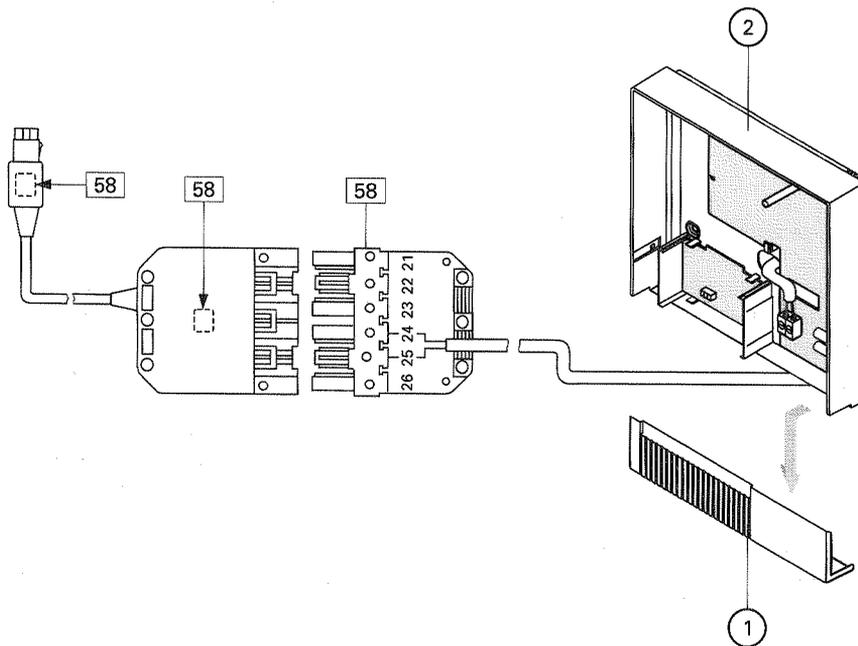

Abb. 3
- Anschluß gemäß Abb. 3 vornehmen (Adern sind vertauschbar).
- Etiketten  gemäß Abb. 3 aufkleben.